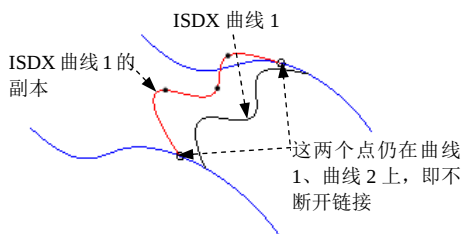

图 10.3.60 复制 ISDX 曲线 1
(2) 选取 ISDX 曲线 1 并移动鼠标, 即可产生 ISDX 曲线 1 的副本, 如图 10.3.60 所示。